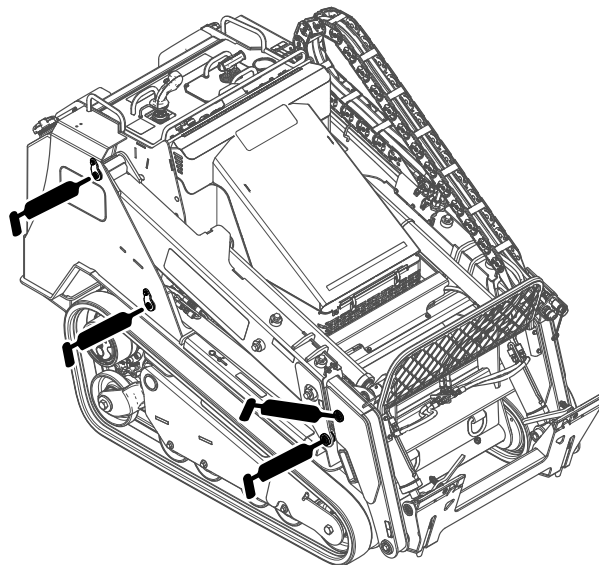

Figure 40
4. Raccordez un pistolet de graissage à chaque graisseur (Figure 40, Figure 41 et Figure 42).